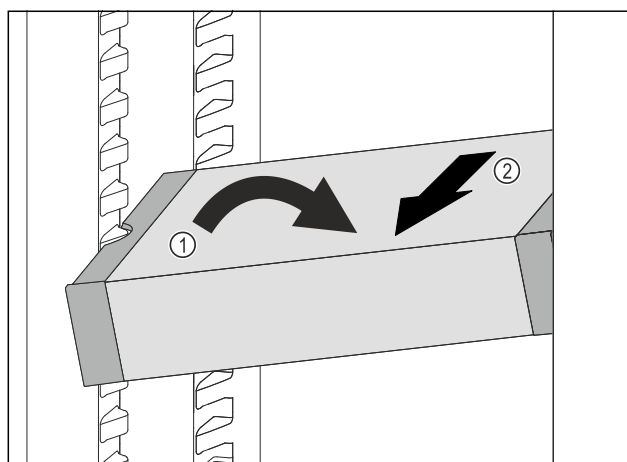

Fig. 41
- ▶ Stil VarioSafe på skrå ind i kølesektionen. Fig. 41 (1)
- ▶ Tag VarioSafe ud fremefter. Fig. 41 (2)